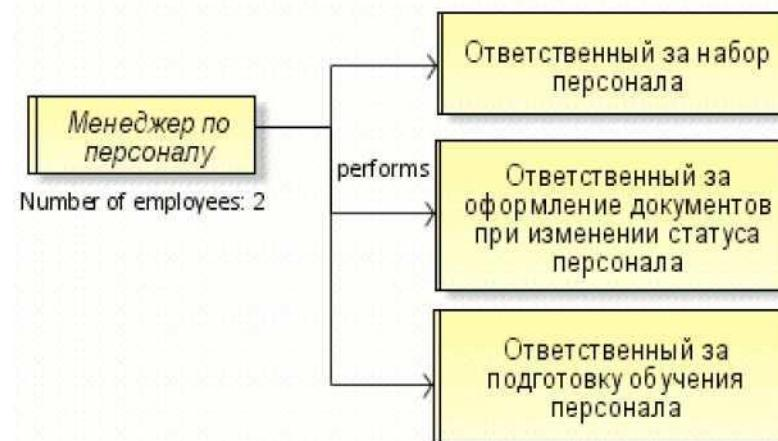

Рис. 14. Связанные объекты оргструктурь
4) Для описания обязанностей, которые выполняет *менеджер по персоналу* отдела кадров, используйте элемент Person type и связь типа «performs». Для этого добавьте на диаграмму объекты типа Person type с названиями («Ответственный за...») и свяжите должность «менеджер по персоналу» с его обязанностями как это показано на рис. 14.